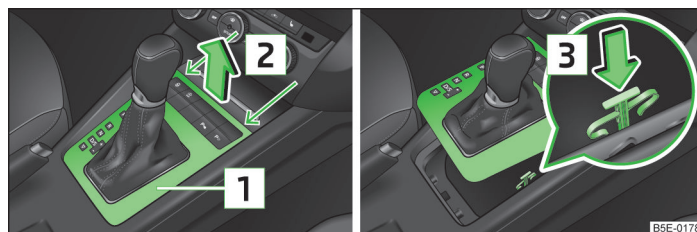

Fig. 204 Déverrouillage de secours du levier sélecteur
- Attrapez le couvercle [1] au niveau des flèches [2] et soulevez-le avec précaution par l'avant, puis par l'arrière » fig. 204.